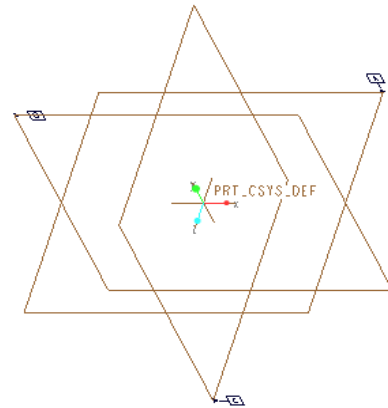

図 9-37 スケッチ平面の定義
- 同様にデータム面「TOP」を「B」に、データム面「FRONT」を「A」に変更すると、モデルツリー内のデータム面は図 9-36 に変更され、変更後のフィーチャーモデルは図 9-37 に書き換えられる。